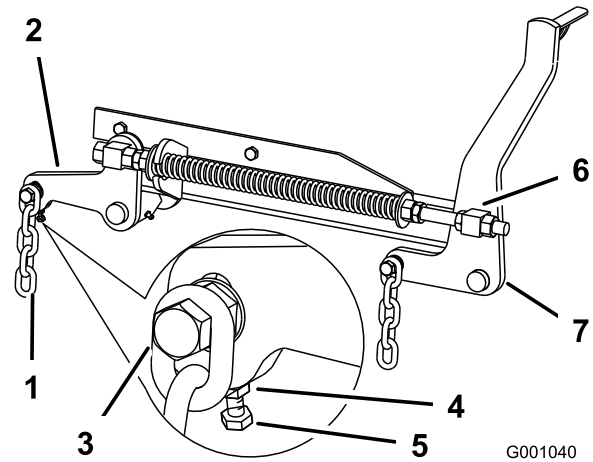

Figura 82
7. Si las medidas realizadas en las posiciones **B** o **C** no son correctas, afloje el perno que fija la cadena trasera al brazo de soporte trasero (Figura 82).
8. Afloje la contratuerca situada debajo del brazo de soporte trasero y ajuste el perno de ajuste hasta obtener una medida de 80 a 83 mm (3-1/8 a 3-1/4 pulg.) (Figura 82).
7. Afloje las contratuercas de pivote delantero, en la parte delantera de los pivotes derecho e izquierdo, aproximadamente 13 mm (1/2 pulg.) (Figura 82).
8. Ajuste las tuercas de elevación en el lado izquierdo y derecho de la máquina hasta obtener una distancia de 6 a 10 mm (1/4 a 3/8 pulg.) menos en la parte delantera en **A** que en la parte trasera, en **B** (Figura 82).